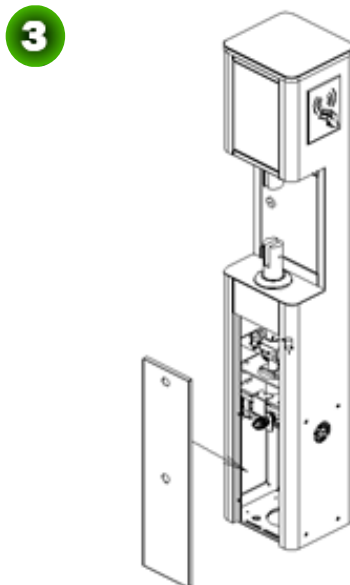

Figura 2-4C
7. Vuelva a colocar la cubierta de metal, como se muestra en la Figura 2-4C.